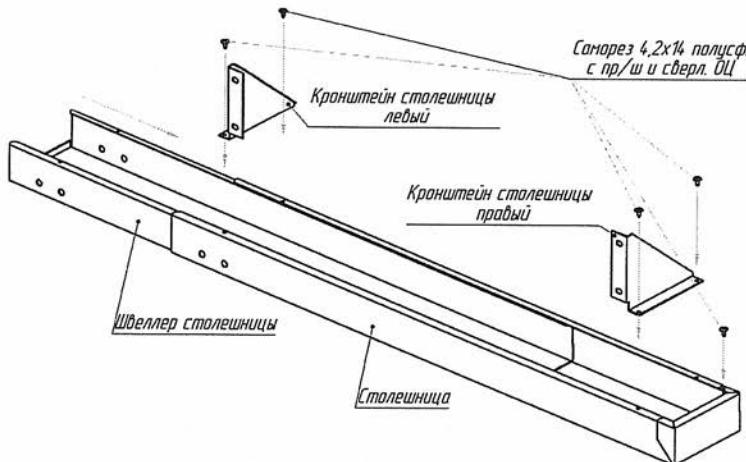

Рис.3
- 1.5. Собрать боковые столешницы по схеме сборки (п.2.3. Рис.3).
2.3. Схема сборки боковых столешниц (рис.3):